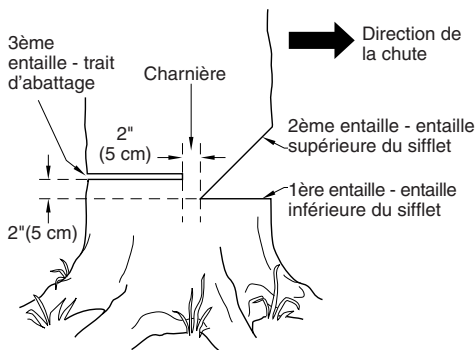

Figure 13 - Abattage d'un arbre
Un sifflet d'abattage correctement placé permet de déterminer la direction de la chute de l'arbre. Placer le sifflet d'abattage du côté de l'arbre où l'on veut qu'il tombe. (voir la Figure 13.) Procéder de la façon suivante pour faire le sifflet.
1. Faire l'entaille inférieure aussi près du sol que possible. Tenir la tronçonneuse de manière à ce que la guide-chaîne soit horizontale. Tailler sur 1/3 du diamètre du tronc d'arbre. (voir la Figure 13.)
Exemple : Si l'entaille inférieure a 20 cm (8 po) de profondeur, commencer l'entaille supérieure à 20 cm au-dessus de cette dernière. Scier vers le bas à un angle de 45°. L'entaille supérieure doit rencontrer l'extrémité de l'entaille inférieure. (voir la Figure 13.)
1. De l'autre côté de l'arbre, faire le trait d'abattage à 5 cm (2 po) au-dessus de l'entaille inférieure du sifflet. (voir la Figure 13.) Faire le trait parallèle à l'entaille inférieure.
⚠ AVERTISSEMENT : Ne pas scier l'arbre complètement. Laisser environ 5 cm (2 po) de bois non scié directement derrière le sifflet d'abattage. (voir la Figure 13.) Cette partie non sciée sert de charnière. La charnière empêche l'arbre de se tordre et de tomber dans la mauvaise direction.